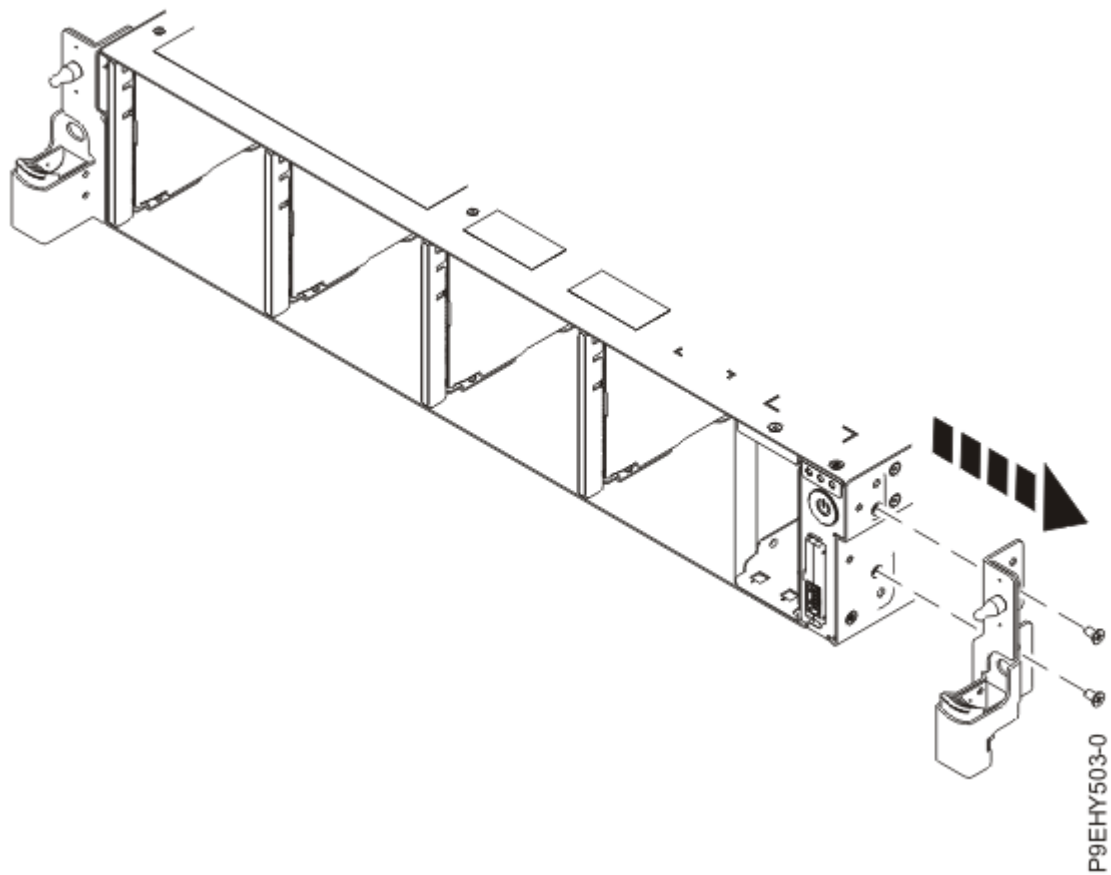

図 101. ラック取り付け支持具の取り外し
7. システムの側面からラック取り付け支持具を取り外します (124 ページの図 101 を参照)。